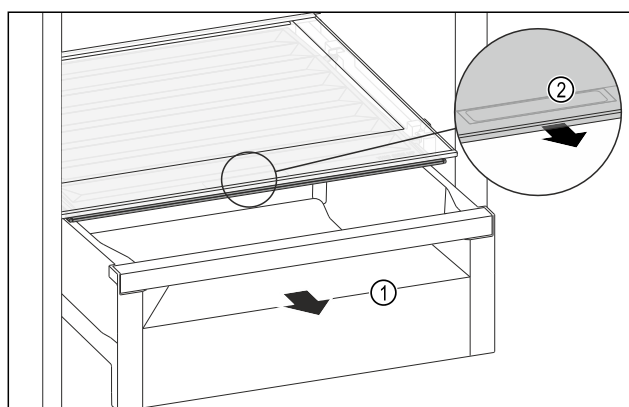

Fig. 137
- ▶ Retirer le tiroir Fig. 137 (1).
- ▶ Saisir la poignée encastrée Fig. 137 (2) du couvercle du compartiment et tirer le couvercle du compartiment par l'avant.